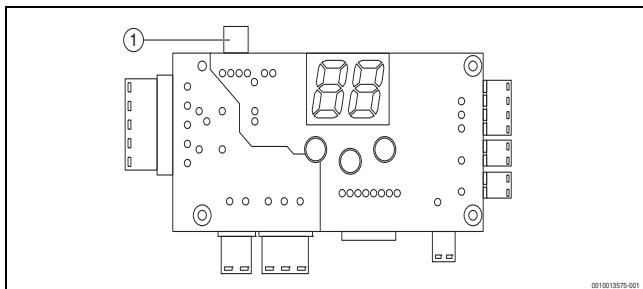
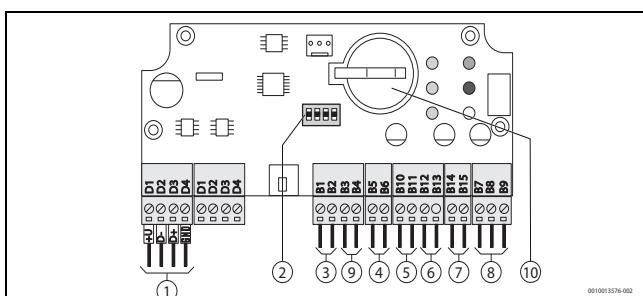

Bild 3 Anschluss D der Heizgerätbedieneinheit
Bild 4 Anschlüsse des EKR-Moduls
- ▶ Steuerung des Heizgerätes (Anschluss D → Abb. 3) an den gekennzeichneten Klemmen des EKR-Moduls (Anschluss J1 → Abb. 4, [1]) mit dem Datenkabel verbinden. Das Datenkabel ist Bestandteil der Lieferung.
- Anschluss B7 (NC), B8 (COM), B9 (NO) (J10) - Störungsmeldungen Heizgeräte
Die intelligente Warmwasserbereitung (iWW) ist nur möglich, wenn das EKR-Modul und der externe Temperaturfühler des Warmwasserspeichers (SEN2) an die Geräteelektronik angeschlossen sind. Dabei generiert die Regelung einen Bedarf oder zählt für die Aufheizung vom Zeitpunkt der WW-Entnahme zurück. Diese Funktion wird durch das EKR-Modul bereitgestellt, das eine Echtzeituhr (RTC-Modul) für die Zeitsteuerung enthält. Entsprechend dem so festgelegten Zeitplan wird die Warmwasserbereitung vor dem üblichen Warmwasserverbrauch aktiviert bzw. im umgekehrten Fall unterdrückt. Die Funktion ist aktiv, wenn der Warmwasserspeicher installiert und für den Parameter SE65 der Wert 1 festgelegt wurde. Die Parameter (SE65 und SE66) sind für den normalen Speichertyp bereits festgelegt. Die übrigen Parameter stimmen mit denen für die standardmäßige Warmwasserbereitung überein (außer WW-Thermostat). Der Zeitspeicher arbeitet mit einer CR2032-Batterie (→ Bild. 4, S. 5, [10]), die alle 5 Jahre auszutauschen ist. Die Batterielebensdauer beträgt bis zu 10 Jahre.